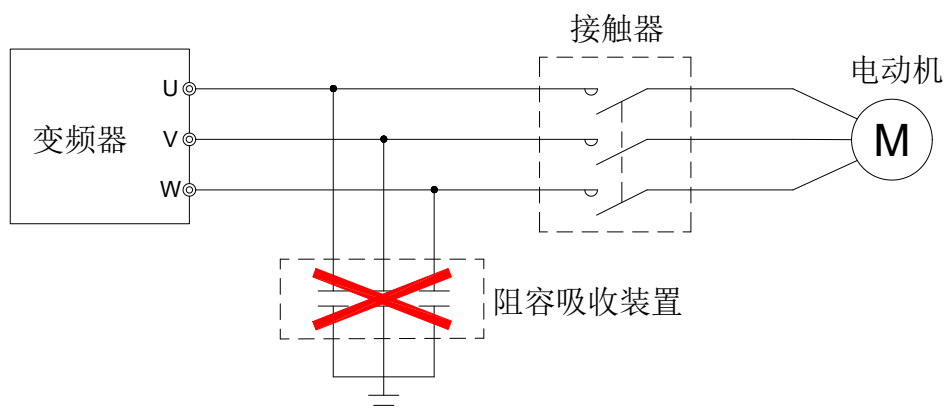

图 4-1 输出端禁止连接阻容吸收装置
- (1) 必须由合格的专业技术人员进行配线操作。
- (2) 接线前，确保已完全切断电源 12 分钟以上，否则有触电危险。
- (3) 绝对禁止将电源线接到变频器的输出端子 U、V、W 上。
- (4) 变频器和电动机必须安全接地。
- (5) 确保变频器与供电电源之间连接有中间断路器，以免变频器故障时事故扩大。
- (6) 变频器与电机之间加装电磁接触器时，一定要确保接触器的动作时机，只有保证在变频器无输出时，接触器才能动作。
- (7) 变频器 U、V、W 输出端不可以加装吸收电容或其它阻容吸收装置，如图 4-1 所示。